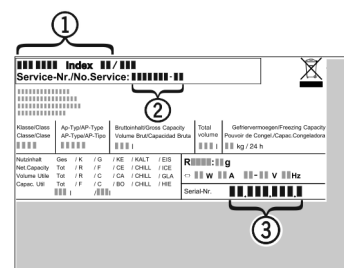

Fig. 7
- ▶ Apparaataanduiding Fig. 7 (1), servicenr. Fig. 7 (2) en serienr. Fig. 7 (3) van het typeplaatje aflezen. Het typeplaatje bevindt zich aan de linkerkant binnen in het apparaat.
- ▶ Contact opnemen met de Technische Dienst en het probleem, apparaataanduiding Fig. 7 (1), servicenr. Fig. 7 (2) en serienr. Fig. 7 (3) mededelen.